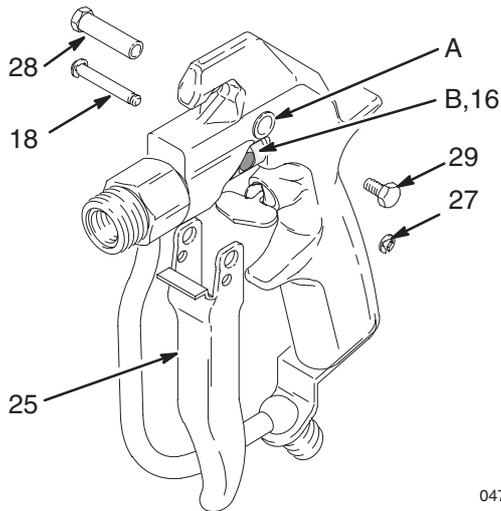

Abb. 20
- Den Abzugshebel (25) an der Pistole befestigen. Den Drehzapfen (28) in die obere Öffnung (A) schieben und mit der Schraube (29) von der anderen Seite her befestigen. An einem Ende des Abzugstifts (18) eine E-Klemme (27) anbringen. Den Stift durch die unteren Öffnungen am Abzug und durch das Langloch (B) in der Federführung (16) schieben (die Federführung nach Bedarf zum Ausrichten drehen). Die andere E-Klemme (27) anbringen. Siehe Abb. 20.